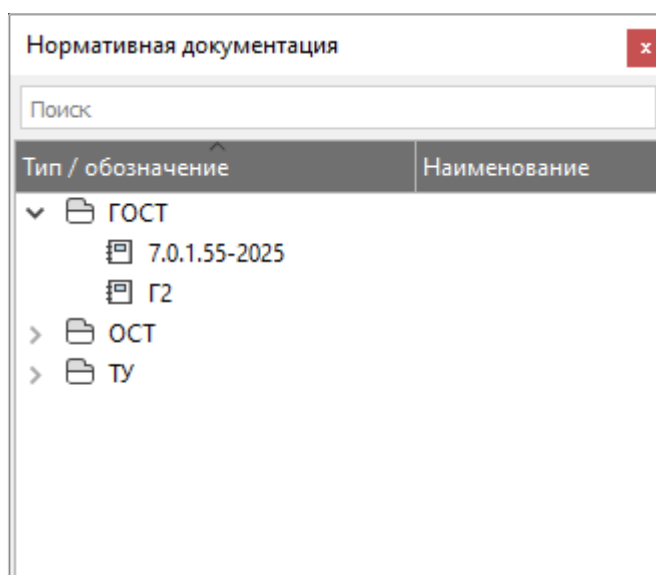

Рисунок 64. Плавающее окно «Нормативная документация»
- 16) Окно «Нормативная документация» отображает перечень нормативных документов, предназначенных для назначения компонентам, элементам проекта (см. рисунок 64).